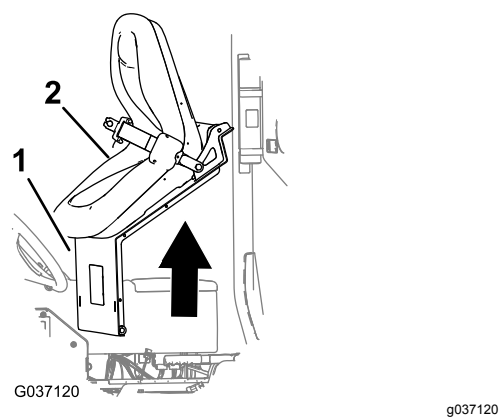

Figura 6
5. Sollevate il sedile e la relativa piastra per estrarli dalla macchina (Figura 6).